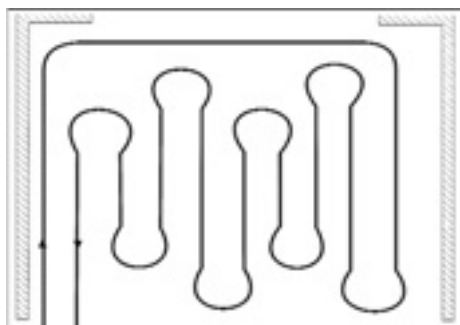

Рис. 136.
- меандрическому (рис. 136.) - большой градиент распределения температуры по поверхности пола;